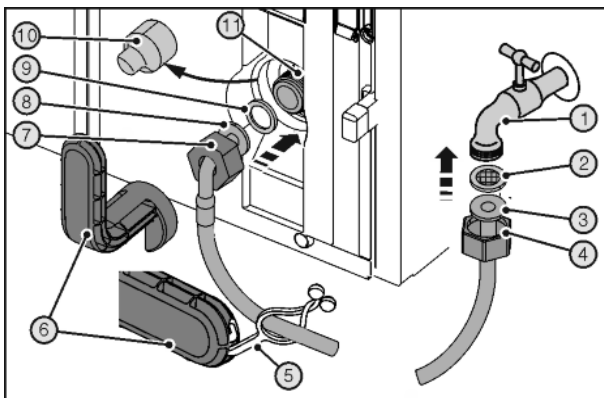

Fig. 41
- ▶ До конца сдвинуть гайку Fig. 41 (4) через прямой конец шланга Fig. 41 (3) и удерживать.
- ▶ Вставить ситовую ловушку Fig. 41 (2) в гайку Fig. 41 (4).
- ▷ Ситовая ловушка Fig. 41 (2) прилегает к прямому концу шланга Fig. 41 (3) и слегка поддерживается.
- ▶ Подсоедините к запорному крану Fig. 41 (1) гайку Fig. 41 (4) с расположенной на прямом конце шланга Fig. 41 (3) ситовой ловушкой Fig. 41 (2).
- ▶ Временным открытием запорного крана Fig. 41 (1) подачи воды удалить воздух из водопровода и заполнить водой. Шланг для этого держать в ведре.
- ▶ Снять крышку Fig. 41 (10).
- ▶ До конца сдвинуть гайку Fig. 41 (7) через конец шланга в виде угла Fig. 41 (8) и удерживать.
- ▶ Смочить уплотнение Fig. 41 (9) и вдавить в гайке Fig. 41 (7) на конце шланга в виде угла Fig. 41 (8).
- ▷ Уплотнение Fig. 41 (9) прилегает к концу шланга в виде угла Fig. 41 (8) и слегка поддерживается.
- ▶ Подсоедините к электромагнитному клапану Fig. 41 (11) гайку Fig. 41 (7) с расположенным на изогнутом в виде угла конце шланга Fig. 41 (8) уплотнением Fig. 41 (9).
- ▶ Затяните подключения с помощью вспомогательного инструмента Fig. 41 (6) по часовой стрелке, пока не будет достигнут максимальный момента затяжки и вспомогательный инструмент Fig. 41 (6) начнет прокручиваться.
- ▶ Откройте запорный кран Fig. 41 (1) системы подвода воды и проверьте герметичность всей водяной системы.
- ▶ Зацепить накладку Fig. 41 (5) в вспомогательном инструменте Fig. 41 (6) и для хранения закрепить на шланге из высококачественной стали.